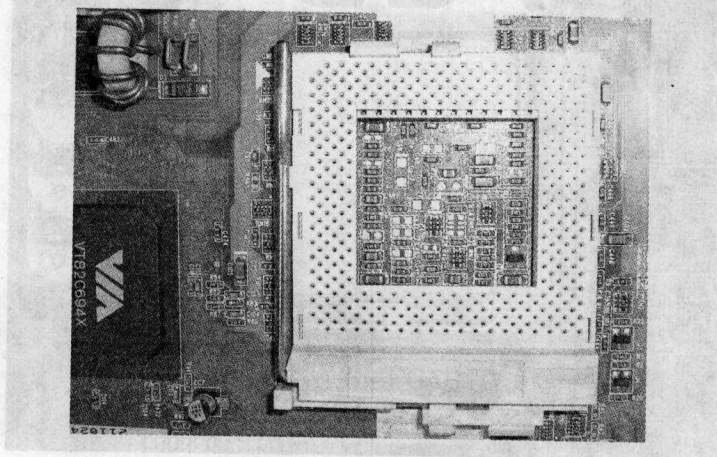

图 1-2 Socket370 接口
① Slot1 是英特尔公司为 Pentium II 系列 CPU 设计的接口，对应针脚为 296 针。它将 Pentium II CPU 以及相关控制电路、二级缓存都做在一块子卡上，多数 Slot1 主板使用 100MHz 外频。采用 Slot1 接口的主板芯片组有英特尔的 443BX/ZX/LX、i810、i820 系列，VIA 的 Apollo 系列，ALI 的 Aladdin Pro II 系列及 SIS 的 620、630 系列等。这种接口已经被淘汰，但有些工控机仍在使用该接口。
② Socket370 接口是英特尔公司为 Celeron（赛扬）处理器开发的接口，外观上与 Socket7 非常相像，采用零插拔力插座，对应 370 针脚 CPU，如图 1-2 所示。可支持 Pentium III，Celeron（赛扬）I、II、III 代 CPU。